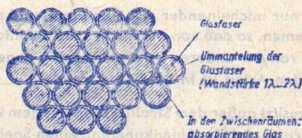

Bild 9
- Verwendung einer **Glasfaseroptik** (Fiberoptik). Darunter versteht man eine Zusammenfassung vieler Lichtleiter zu einem Bündel. Jeder Lichtleiter besteht aus einer dünnen Glasfaser, die noch mit einem Glas von niedrigerem Brechungsindex ummantelt ist (Bild 9), so daß die Lichtwellen an der Mantelwand (in die Glasfaser) reflektiert